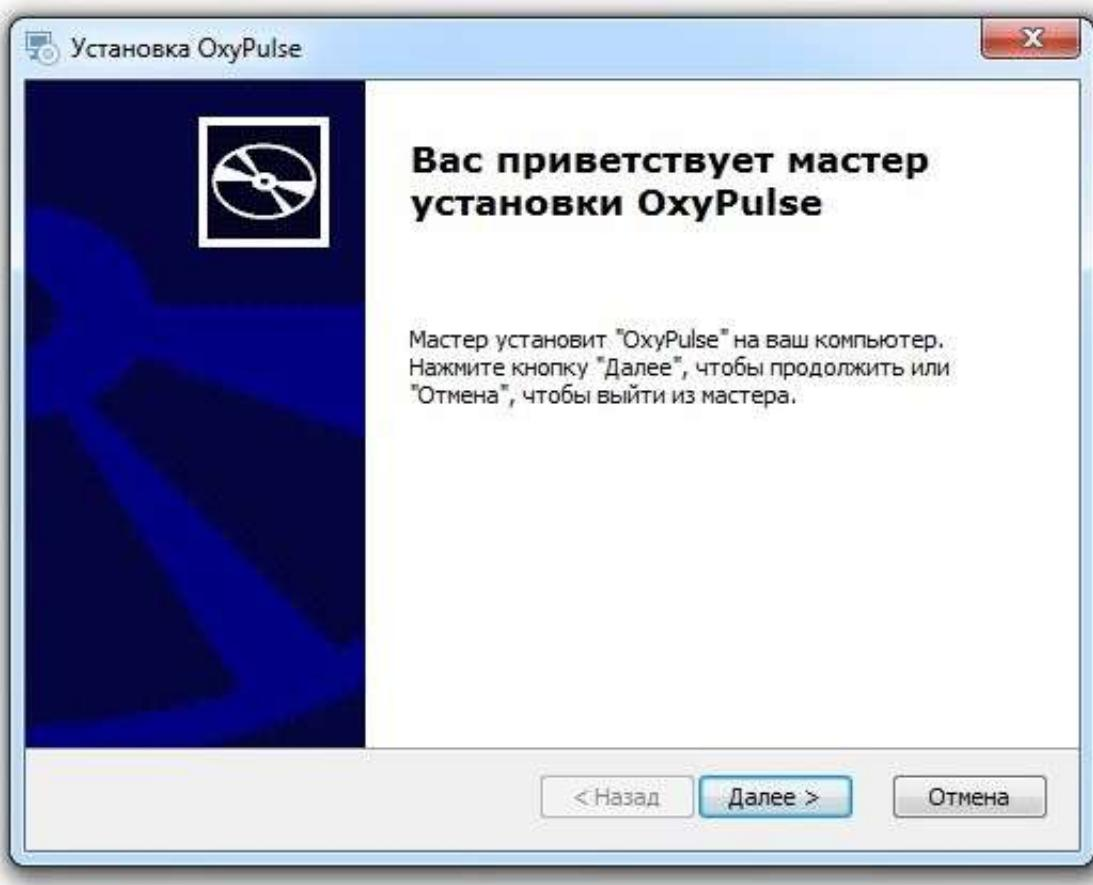

Рисунок 3.3 – Программа установки. Окно приветствия
3.4.1.5 Для установки ПО служит утилита «OxyPulse x.y.z.exe», запуск которой позволяет в интерактивном режиме выполнить установку необходимых компонентов ПО (рисунок 3.3).
3.4.1.6 Для начала установки ПО нажмите двойным кликом мыши на установочный файл. Появится окно приветствия (рисунок 3.3). Нажать кнопку «Далее».